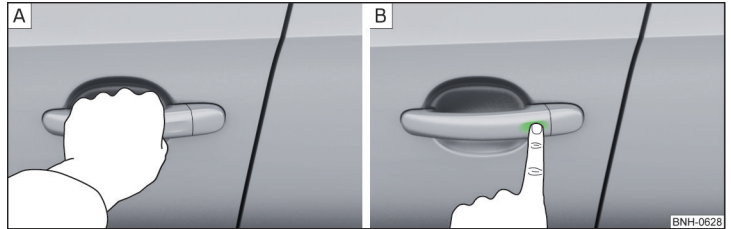

Abb. 45 Fahrzeug entriegeln / Fahrzeug verriegeln
- Den Türgriff greifen, um das Fahrzeug zu **entriegeln** » Abb. 45 - **A**.
- Den Sensor am Türgriff mit dem Finger berühren, um das Fahrzeug zu **verriegeln** » Abb. 45 - **B**.
- Innerhalb von 5 s den Sensor am Türgriff mit dem Finger berühren » Abb. 45 auf Seite 54 - . Die Deaktivierung wird durch einmaliges Aufblinker der Blinkleuchten bestätigt.